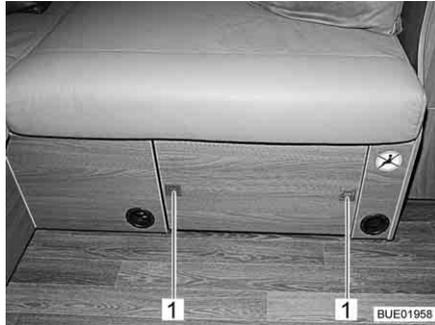

Fig. 114 Mesa de centro guardada
- Pulsar los botones de presión (Fig. 114,1) en el panel de la caja de asiento. Los botones de presión saltarán hacia fuera.
- Hundir los botones de presión (Fig. 114,1) hasta que engatillen.